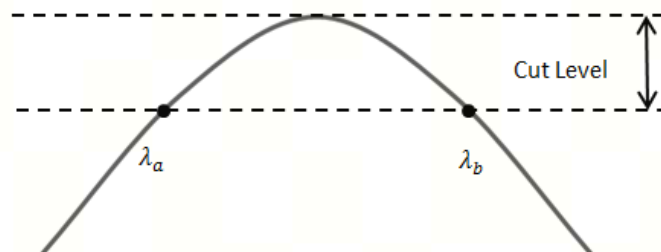

图 3-69  $\lambda_a$ 、 $\lambda_b$ 示意图
设 $\lambda_a$ 、 $\lambda_b$ 为截取功率与光谱波形的交点波长，如图 3-69 所示。
- Detection Type：噪声功率的检测方法，如图 3-69 所示。